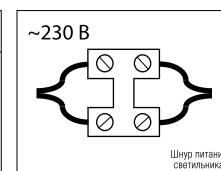

Рис.2
- Соедините провод светильника, выведенный из корпуса, с питающей сетью с рабочим напряжением 230 В. Обеспечьте защиту электрического соединения с питающей сетью от попадания влаги\*. [Рис.2]